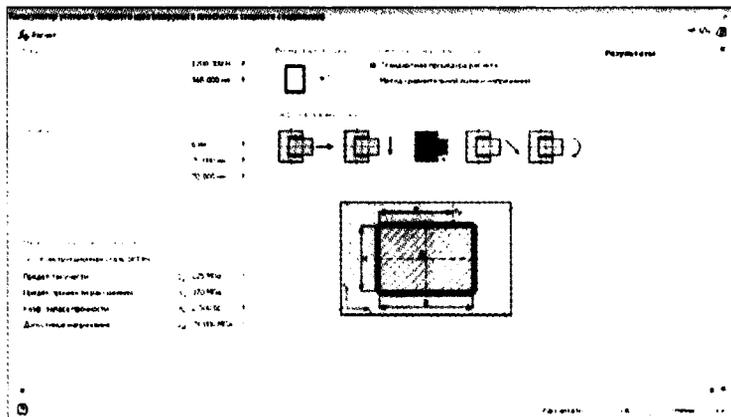

Рис. 12.2. Параметры для расчета правильных размеров углового сварного шва
8. Измените высоту шва на **6 мм**, щелкните **Рассчитать** снова, – размер шва прекрасно работает. Рисунок 12.2 показывает результат расчета.